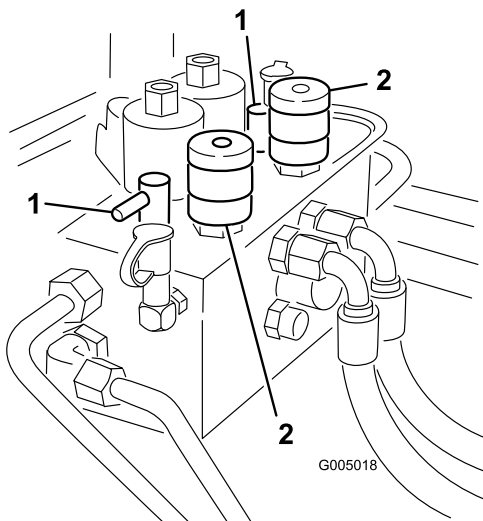

図 85
3. リール速度セレクタとバックラップ・ノブ (図 85) を探し出す。バックラップ・ノブをバックラップ位置にセットし、速度ノブを「1」にセットする。